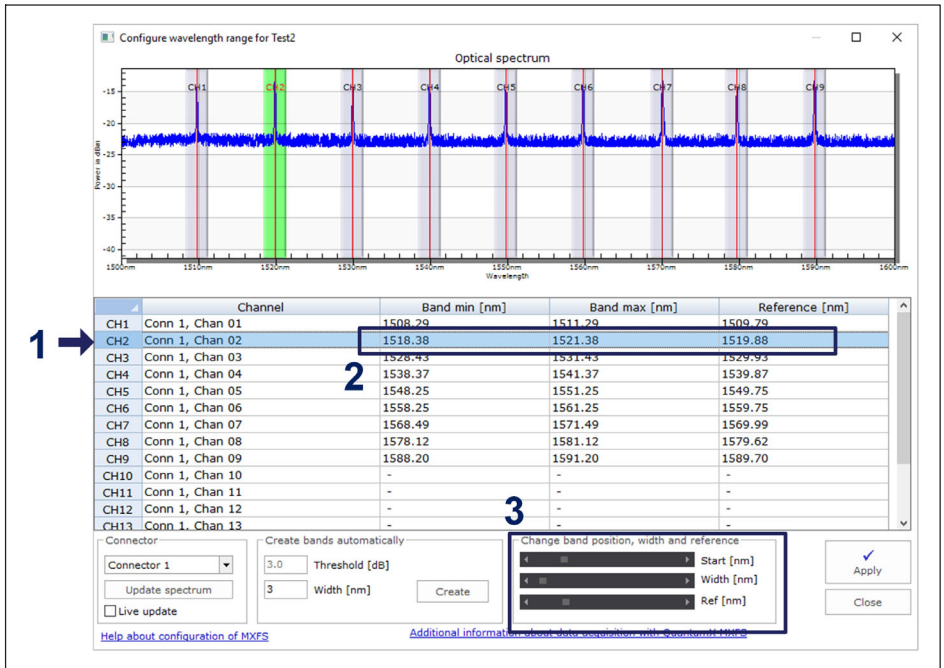

Fig. 4.11 Ajuste de las bandas
- ▶ seleccionando la línea del canal deseado (la línea estará resaltada en azul en la tabla y la banda, en color verde en el gráfico) - número 1 en la Fig. 4.11.
- ▶ escribiendo en la tabla el valor de mínimo de la banda, el valor máximo de la banda y la longitud de ondas de referencia - número 2 en la Fig. 4.11, o
- ▶ ajustando el valor mínimo de la banda, el valor máximo de la banda y la longitud de ondas de referencia - número 3 en la Fig. 4.11.